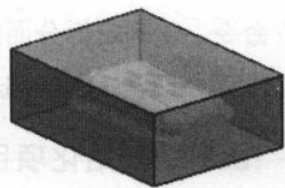

图 1.4 创建后的模具工件
Step4. 单击 **<确定>** 按钮，完成创建后的模具工件如图 1.4 所示。